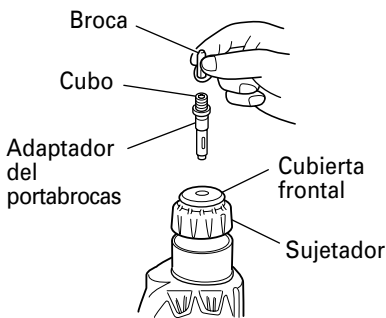

Fig. 21
5. Atornillando tornillos para madera (Fig. 21)